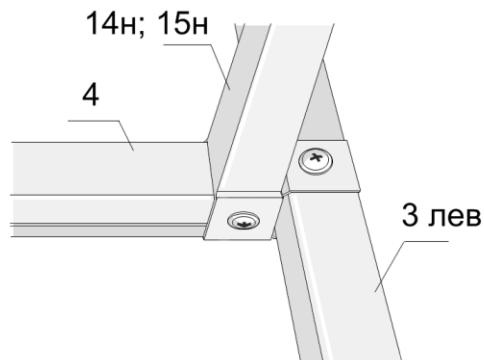

Рис. 12
- ✓ Положите каркас торца на ровный участок, наружной стороной вниз. К нижней обвязке торца №4 и №5 присоедините нижние стрингера №14н (см. рис. 12).